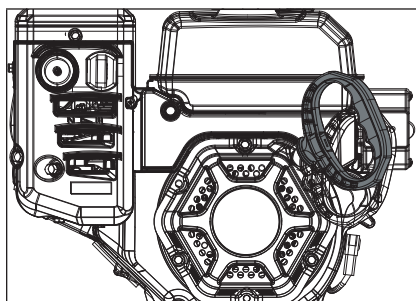

Figure 13
4. Tenez-vous à l'arrière de la machine, du côté droit, et tirez légèrement sur la poignée du démarreur jusqu'à ce que vous sentiez une légère résistance, puis donnez un coup sec. Retournez doucement la poignée du démarreur (figure 13).